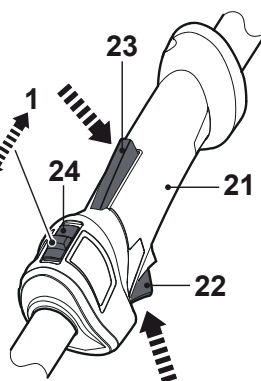

Fig. 20
- > Appuyez sur la manette de blocage [23] et sur l'accélérateur [22] (Fig. 20)
- > Appuyez sur la manette de blocage [23] et sur l'accélérateur [22] (Fig. 20).